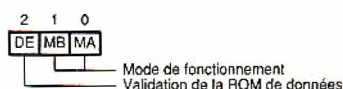

Figure 10 : le registre mode opération.
L'OMR ne possède que 3 bits et définit le mode de fonctionnement courant du DSP. C'est à dire le plan mémoire de programme et mémoire de données ainsi que la procédure utilisée pour son initialisation. Ces 3 bits ne sont affectés que par le reset du processeur et par les instructions référençant directement l'OMR. Pendant le reset, les bits MB et MA sont chargés par l'état des pattes A et B sélectionnant par hard le mode de fonctionnement du DSP. Le bit de validation de la ROM de données interne (DE) est mis à 0 afin de la rendre inactive. Le contenu du registre mode opération est indiqué **figure 10**.